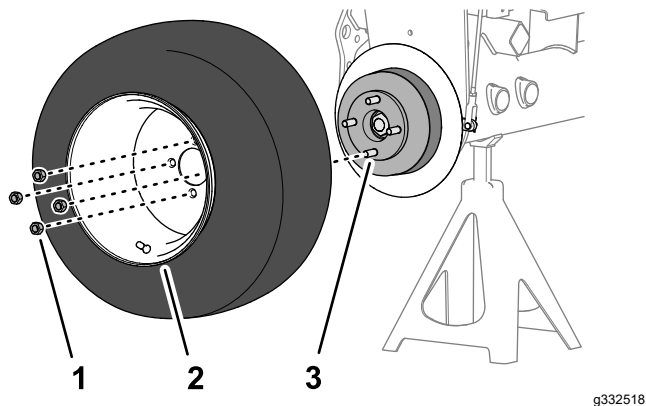

Figura 74
- Monte la rueda en el cubo con las 4 tuercas de rueda (Figura 74), y apriete las tuercas a mano.